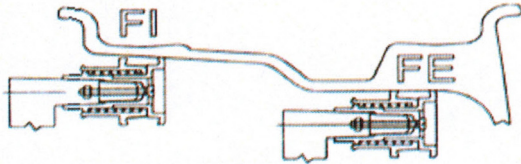

Fig. 7-7
En vous aidant des figures 7-7 et 7-8, tournez la jauge, tirez la tête de la jauge vers l'intérieur de la jante (FI). Cette position est celle que vous sélectionnez pour coller la masse d'équilibrage à l'intérieur. Mesurez la distance (a) et le diamètre intérieur (dI) de la jante (voir figure 7-9), continuez à tourner la jauge, et tirez la tête de la jauge vers l'extérieur de la jante (FE). Cette position est celle que vous sélectionnez pour coller la masse d'équilibrage à l'extérieur. Mesurez la distance (aE) et le diamètre (dE) de l'extérieur de la jante (voir figure 7-10), entrez le mode ALU-S.